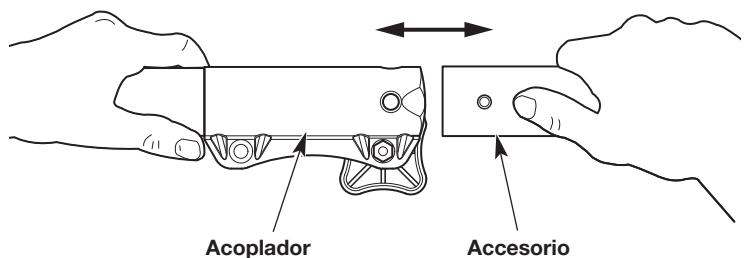
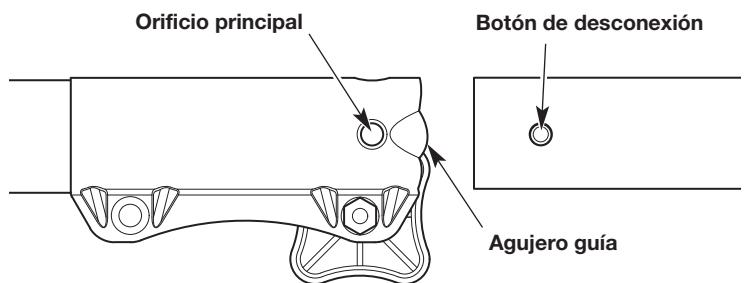

Fig. 5
Fig. 6
- Alinee el botón de liberación con el embutimiento de la guía (Fig. 6).
- Presione el accesorio directamente dentro del acoplador (Fig. 5) hasta que el botón de liberación encaje a presión firmemente del orificio principal (Fig. 6).
- Oprima y mantenga apretado el botón de liberación (Fig. 6).
- Tire del accesorio directamente hacia fuera del acoplador (Fig. 5).